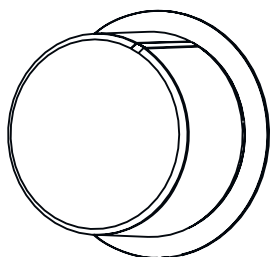

Рис. 16: Всплывающая кнопка выключена
- Нажмите внутрь, чтобы кнопка выскочила, затем отрегулируйте ее (Рис. 16).